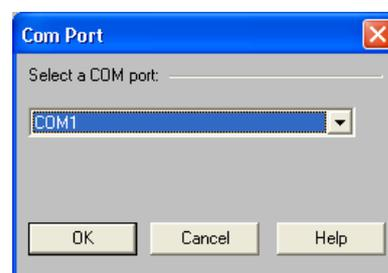

FIGURA 4-7: Cuadro de diálogo "COM Port"
2. Se despliega el cuadro de diálogo "COM Port", como se ilustra en la Figura 4-7.